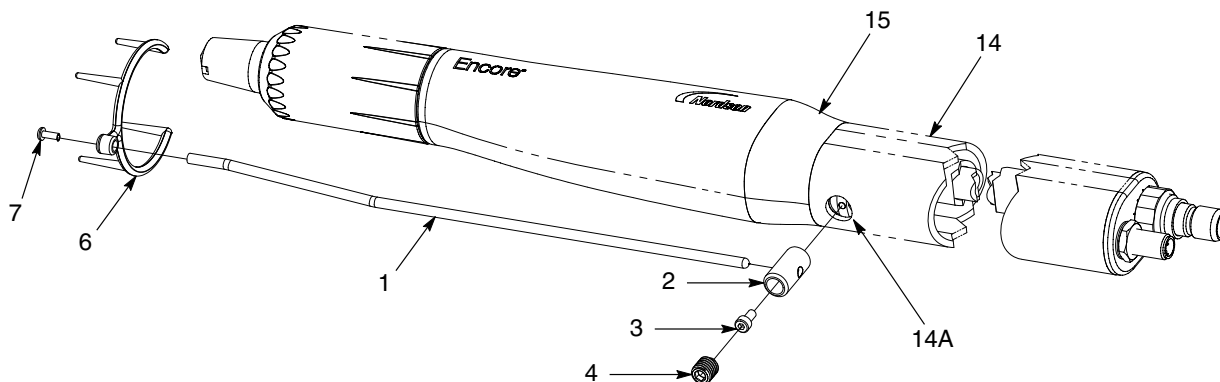

Figura 3 Instalația colectoare de ioni - Pistol montat pe tub
2. A se vedea Figura 3. Introduceți știftul (2) prin orificiul de montare (14A) și fixați-l la placa de împământare din ansamblul corpului spate (15) cu șurubul cu cap tubular (3)
3. Introduceți tija colectoare (1) în știft și fixați-o cu șurubul de fixare cu vârf din nylon M10 x 10 (4).
4. Fixați vârful multipunct (6) la tija colectoare (1) cu ajutorul șurubului M3 x 8 (7).